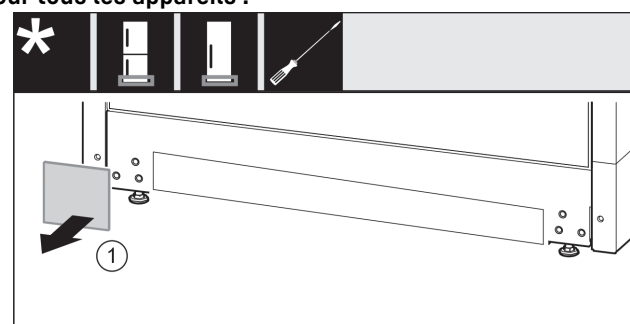

Fig. 20
- Retirer le cache Fig. 20 (1).